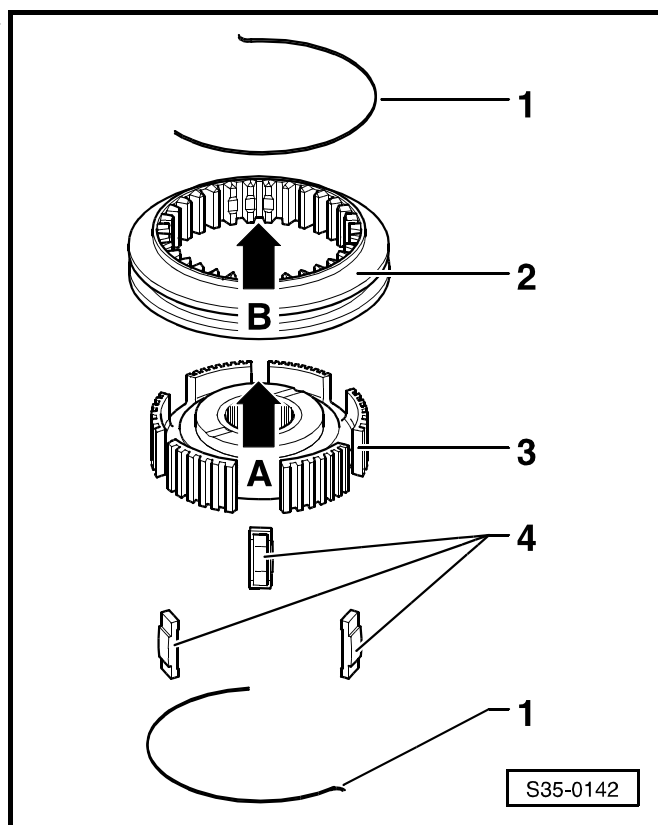

Рис. 7: Сборка скользящей муфты и каретки синхронизатора 3-ей и 4-ой передач
- сборка ⇒ Рис. 7 в **35-1** страница 6
- положение для сборки ⇒ Рис. 7 в **35-1** страница 6